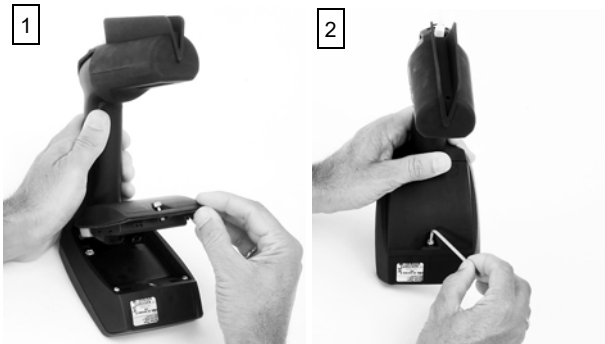

Abb. 2: Montieren des Batteriefachs
1. Schieben Sie das mitgelieferte Batteriefach in seine Position auf der Rückseite der Anzeige des Geräts (siehe Abb. 2).